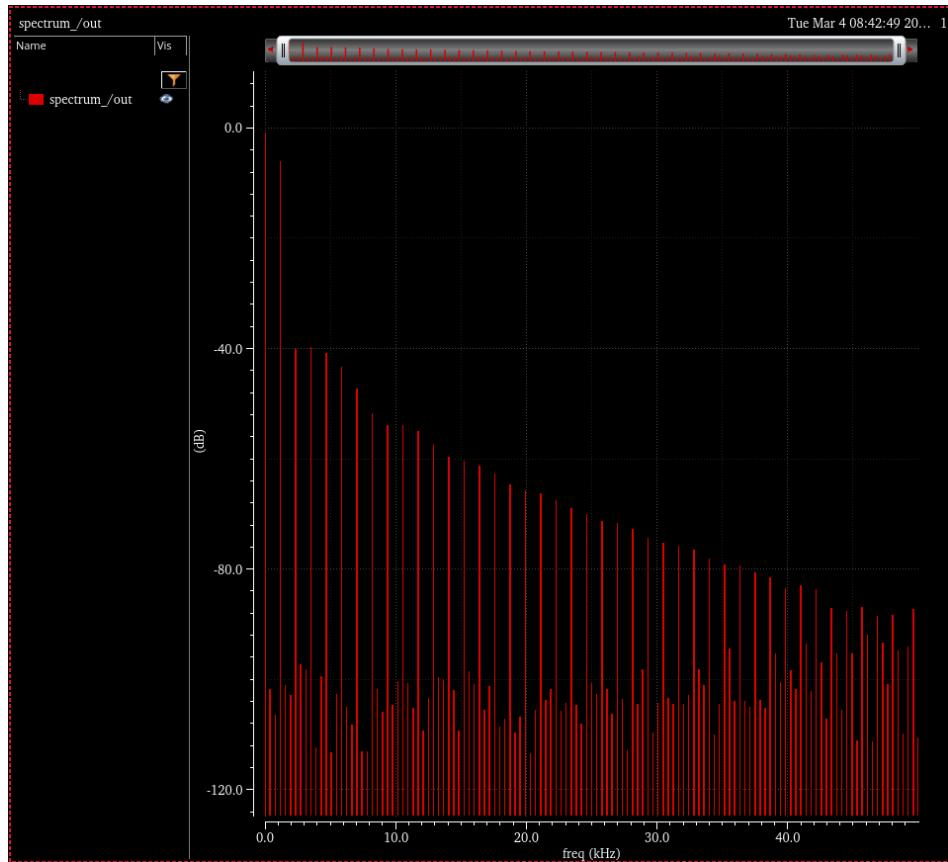
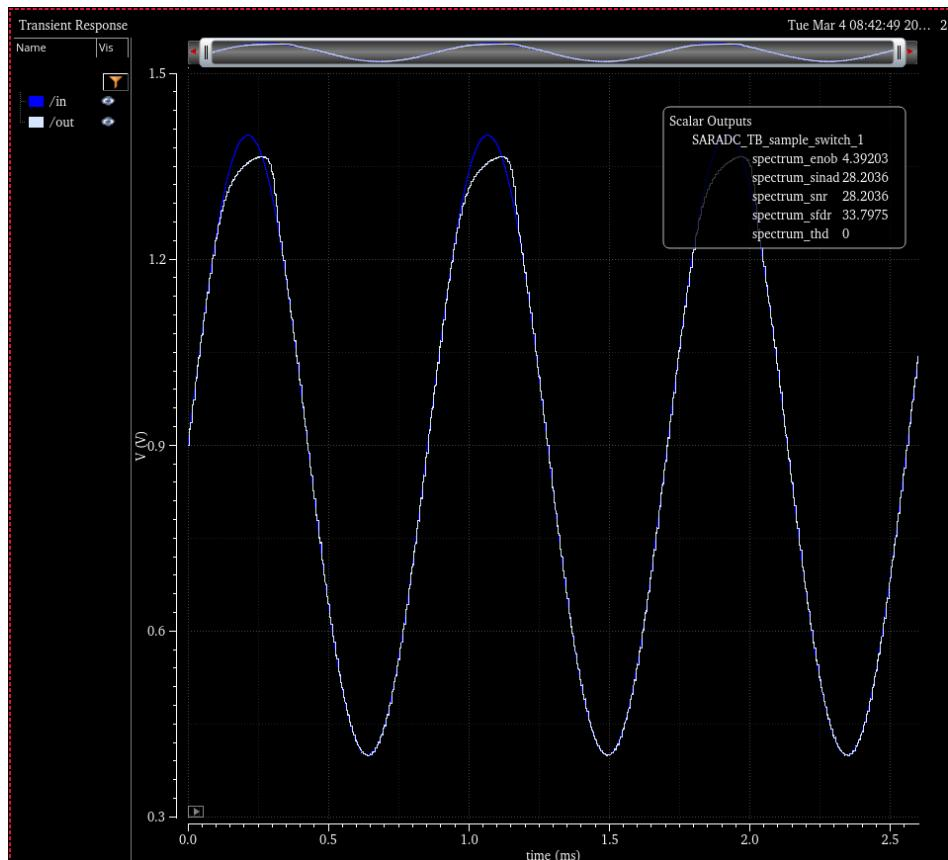

图 76 简易采样保持电路的输出频谱
图 77 简易采样保持电路的输入输出波形
5. 仿真完成后，仿真结果窗口将会弹出，包括如图 76 和图 77 所示的频谱和波形。ADE Explorer 的仿真结果区如图 78 所示。